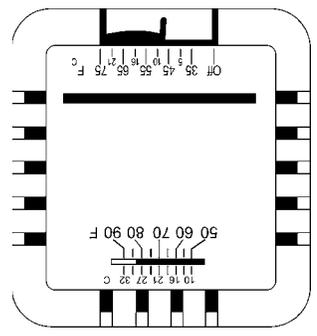

FIGURE 8. COMMANDES DU THERMOSTAT
- B** Réglez le thermostat à la position OFF (fermé). Voir la figure 8.